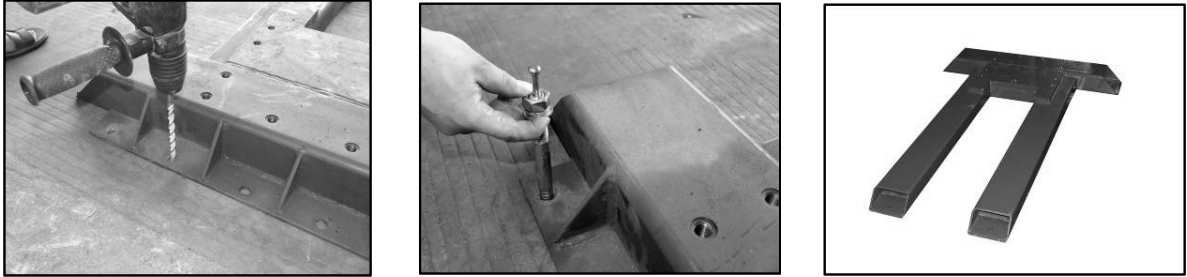

Figura : 3-A, B, C Anclaje de la placa base
- 2) Primero debe colocarse la placa base. Colóquela en el suelo del garaje lo más cerca posible de su posición final. Una vez que haya colocado correctamente la placa base, deberá anclarla al suelo. O se puede anclar después de que todo esté terminado. (Fig. 3-A, B, C)